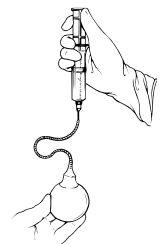

Figura 4-10.
- Segurando o reservatório, instalar a agulha de ponta roma de calibre 15 e uma seringa de 60 cc parcialmente enchida com soro fisiológico normal esterilizado no reservatório (**Figura 4-10**).